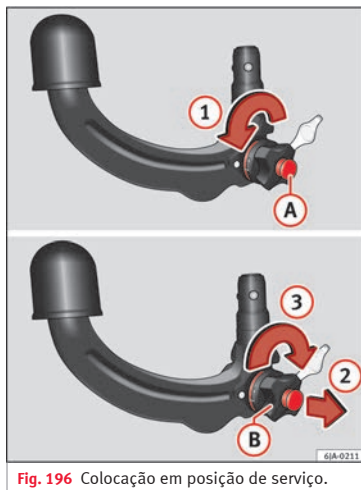

Fig. 196 Colocação em posição de serviço.
- Rode a chave **A** no sentido da seta **①** até ao limite » **Fig. 196**.
- Com a mão direita retire a roda manual **B** para fora no sentido da seta **②** e rode-a no sentido da seta **③** até ao limite.